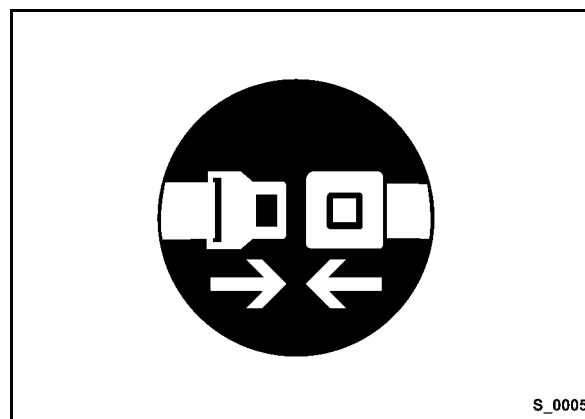

Fig. 47
- Abrochar el cinturón de seguridad (Fig. 47).